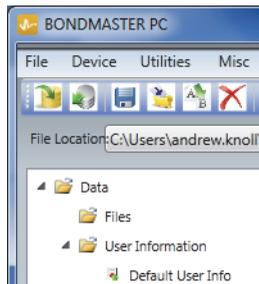
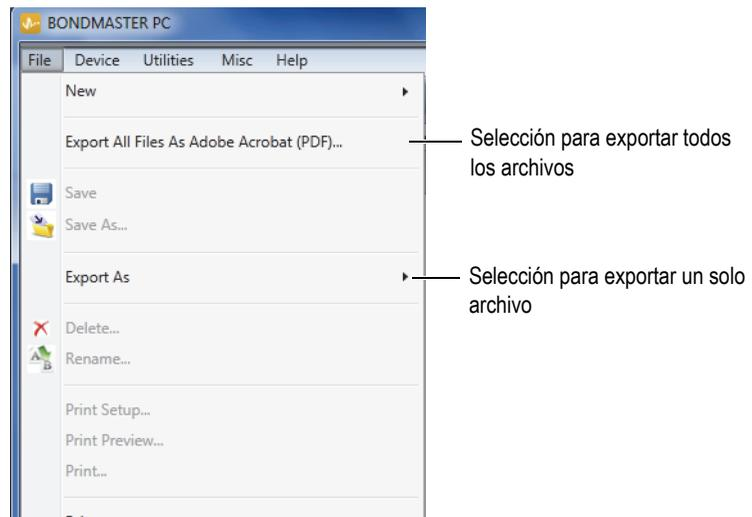

Figura 7-9 Archivos en el panel izquierdo de la ventana del *software* BondMaster PC
Figura 7-10 Menú ARCH (archivo)
- ◆ Seleccione el archivo en el panel izquierdo de la ventana del *software* BondMaster PC (ver la Figura 7-9 en la página 197); después, seleccione **Export As > PDF** (ver la Figura 7-10 en la página 197).
- ◆ En el menú **ARCH** del *software* BondMaster PC, seleccione la opción **Export All Files As Adobe Acrobat (PDF)** [ver la Figura 7-10 en la página 197].